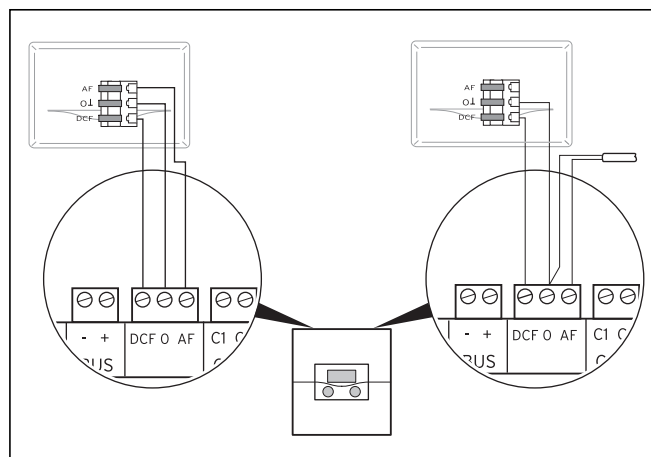

Fig. 5.11 Collegamento del ricevitore DCF con la sonda esterna fornita (VRC DCF), a destra: soluzione speciale con sonda esterna VRC 693
- Cablare il ricevitore DCF come in fig. 5.11.